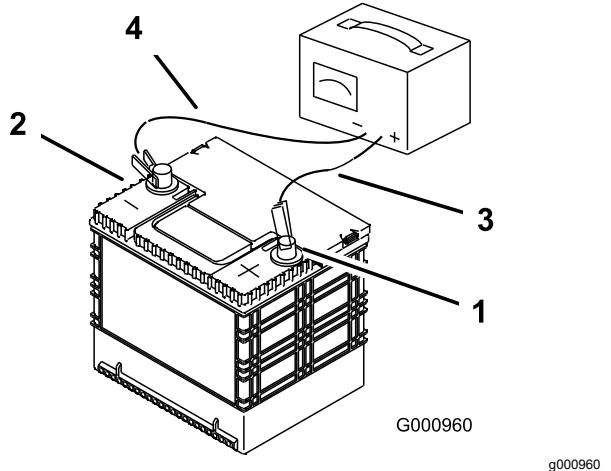

Figura 52
3. Atunci când bateria este complet încărcată, deconectați încărcătorul de la priza electrică, apoi deconectați cablurile încărcătorului de la clemele bateriei (Figura 52).